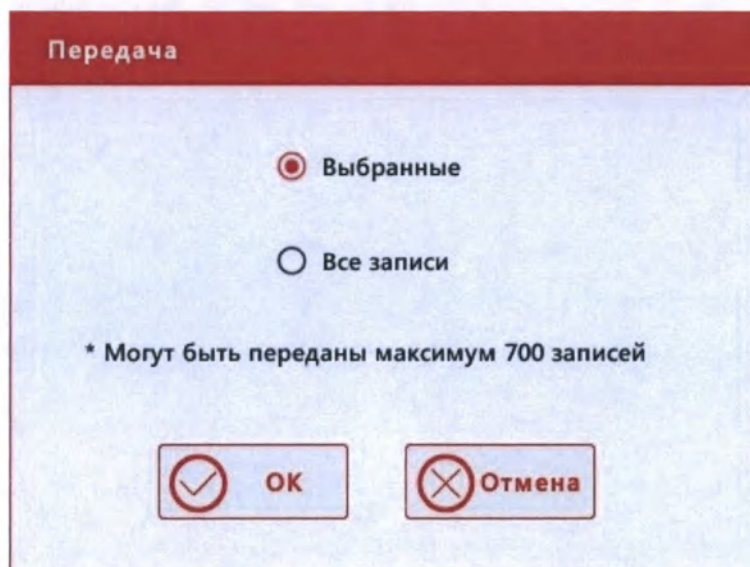

Рис.6.2-8 Окно выбора записей для передачи в сеть
- 2) Нажмите кнопку **«Передача»**, и на экране появится следующее окно (Рис.6.2-8).
- 1) Отметьте **«Все записи»** в окне выбора записей для передачи в сеть (Рис.6.2-8), после того как откроете данное окно нажатием кнопки **«Передача»**.